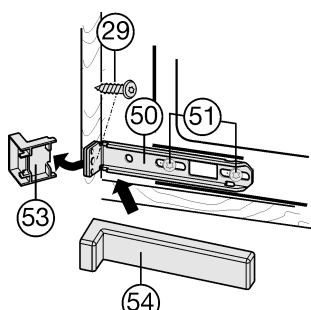

Fig. 20
- ▶ Afloje ligeramente los tornillos Fig. 20 (51).
- ▶ Atornille la escuadra de fijación Fig. 20 (50) inferior con el tornillo para tablero de partículas Fig. 20 (29) en la pared del mueble.
- ▶ Saque el extremo saliente de la cubierta Fig. 20 (53).
- ▶ Apriete los tornillos Fig. 20 (51).
- ▶ Coloque la cubierta Fig. 20 (54) en la escuadra de fijación Fig. 20 (50) inferior.